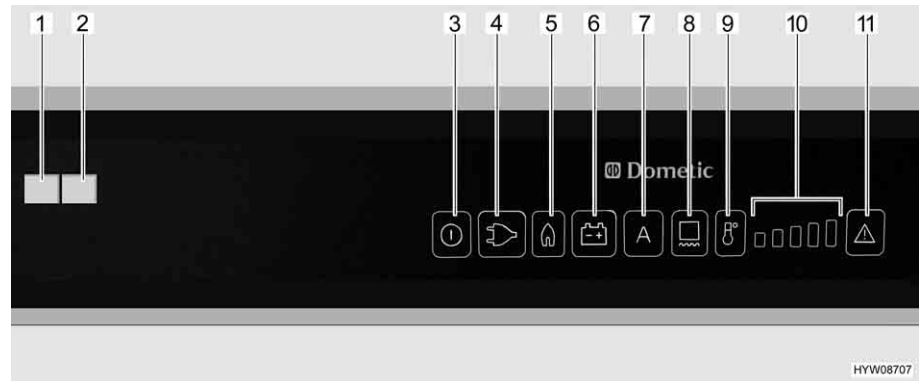

Bild 210 Reglage, knappar för kylskåpet (Dometic RMD)
När väljaren står på "AES", **ingen** 230 V-försörjning är ansluten och fordonsmotorn är **avstängd**, väljer AES gasdrift. När gasdriften väljs öppnas tändsäkringen automatiskt så att gas kan strömma till brännaren. Samtidigt tillkopplas den elektroniska tändaren. Om gaslågan skulle slockna, t. ex. på grund av att det blåser, aktiveras tändaren direkt igen och tänder gasen. Vid en störning under gasdrift blinkar ljusknapparna "Gas" (Bild 210,5) respektive "Störning" (Bild 210,11). Kontrollampan "Störning" (Bild 210,1) tänds och ett akustiskt larm ljuder i 20 sekunder.
När kylskåpet sätts på väljs automatiskt en termostatinställning i mittläge. Denna inställning kan ändras manuellt med knappen temperaturnivåval (Bild 210,9). Kontrolllamporna (Bild 210,10) visar den valda termostatinställningen. Med hjälp av knappen temperaturnivåval ställs kyltemperaturen in för alla tre energikällorna. Det tar alltid några timmar innan man har en normal drifttemperatur i kylskåpet. Om en omkoppling sker till ett andra driftläge förändras termostatinställningen inte. Kyltemperaturen bibehålls oberoende av den valda energikällan.
- Koppla in ramvärmern under 2 timmar: Tryck på knappen (Bild 210,8) en gång. En stapel i temperaturnivåvisningen (Bild 210,10) tänds.
- Koppla in ramvärmern under 5 timmar: Tryck på knappen (Bild 210,8) två gånger. Två staplar i temperaturnivåvisningen (Bild 210,10) tänds.
- Ställa in ramvärmern på kontinuerlig drift: Tryck på knappen (Bild 210,8) tre gånger. Tre staplar i temperaturnivåvisningen (Bild 210,10) tänds.
Temperaturnivåvisningen (Bild 210,10) visar under några sekunder ramvärmerns driftslängd.
Vid höga utetemperaturer och hög luftfuktighet kan det bildas vattendroppar på metallramen. Därför har kylskåpet ramvärme för frysfacket. Slå på ramvärmern med knappen (Bild 210,8) vid höga temperaturer och hög luftfuktighet. Detta förhindrar korrosion. När ramvärmern är påslagen tänds ljuslampan (Bild 210,8).
- Tryck på på/av-knappen (Bild 210,3) i cirka 2 sekunder. Kylskåpet slår på sig, den senast inställda energisorten eller "AES" indikeras.
- Ställ in kyltemperaturen med knappen temperaturnivåval (Bild 210,9). Kontrolllamporna (Bild 210,10) visar den valda termostatinställningen.
- Tryck på på/av-knappen (Bild 210,3) i cirka 2 sekunder. Kylskåpet slår från, inga indikatorer lyser längre.